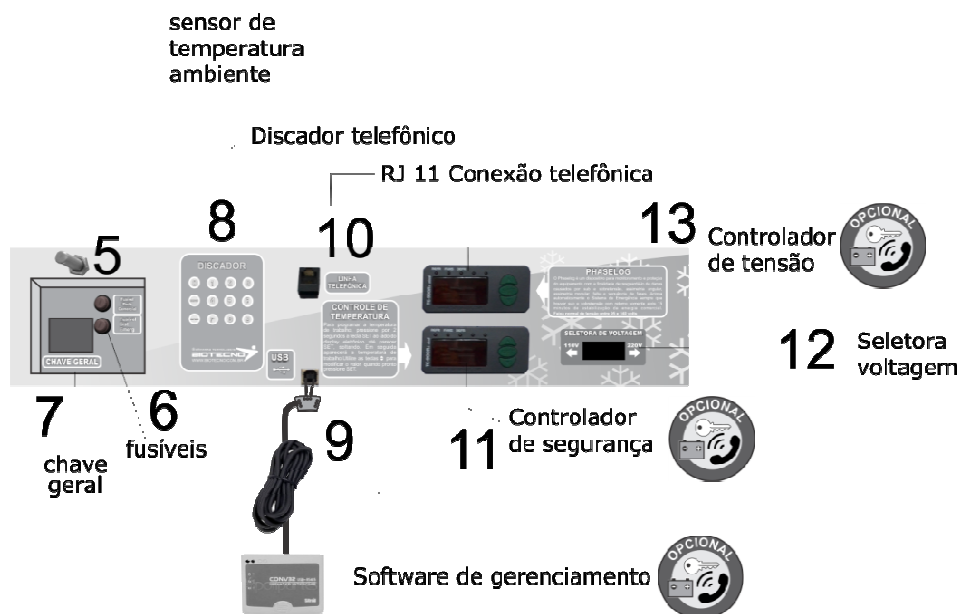

Figura 05
7.1.3 - DISCADOR TELEFÔNICO LINHA FIXA (Figura 05 - item 8)
7.1.4 - DATA-LOGGER - SOFTWARE DE GERENCIAMENTO (Figura 05 - item 9)
12 - DATA-LOGGER - SOFTWARE DE GERENCIAMENTO (ACESSÓRIO OPCIONAL) (Figura 05 - item 9)
13 - INSTRUÇÕES DE INSTALAÇÃO DO DISCADOR FIXO (Figura 05 - itens 8 e 10)
Conecte o cabo telefônico à entrada da Linha Telefônica, na face posterior do painel do seu equipamento (Figura 05 - item 10).